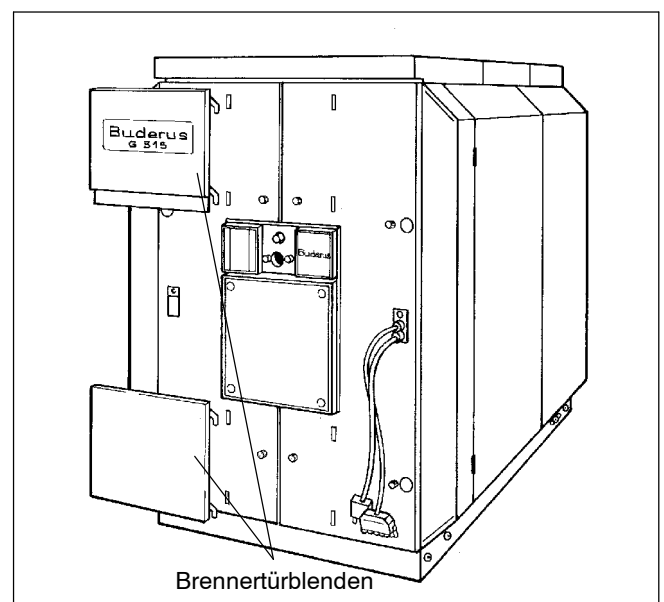

Abb. 46
- Brennertürblenden in die Brennertürverkleidung einhängen (Abb. 46).